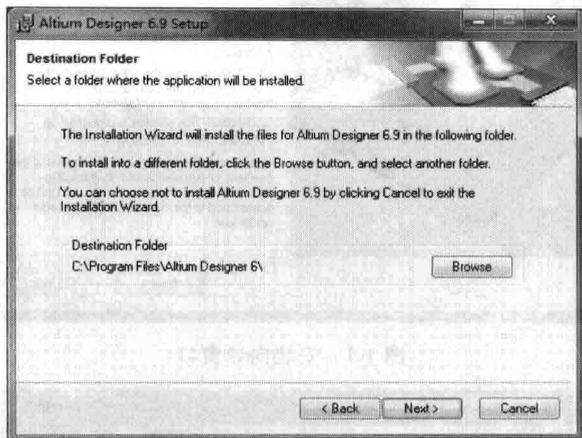

图 1-4 选择安装路径对话框
(4) 单击 **Next >** 按钮继续下一步操作,在弹出的对话框中用户可以选择软件的安装路径,如图 1-4 所示。默认的路径是“C:\Program Files\Altium Designer 6\”。也可以单击 **Browse** 按钮选择安装到其他安装路径。完成本步操作后单击 **Next >** 按钮继续。